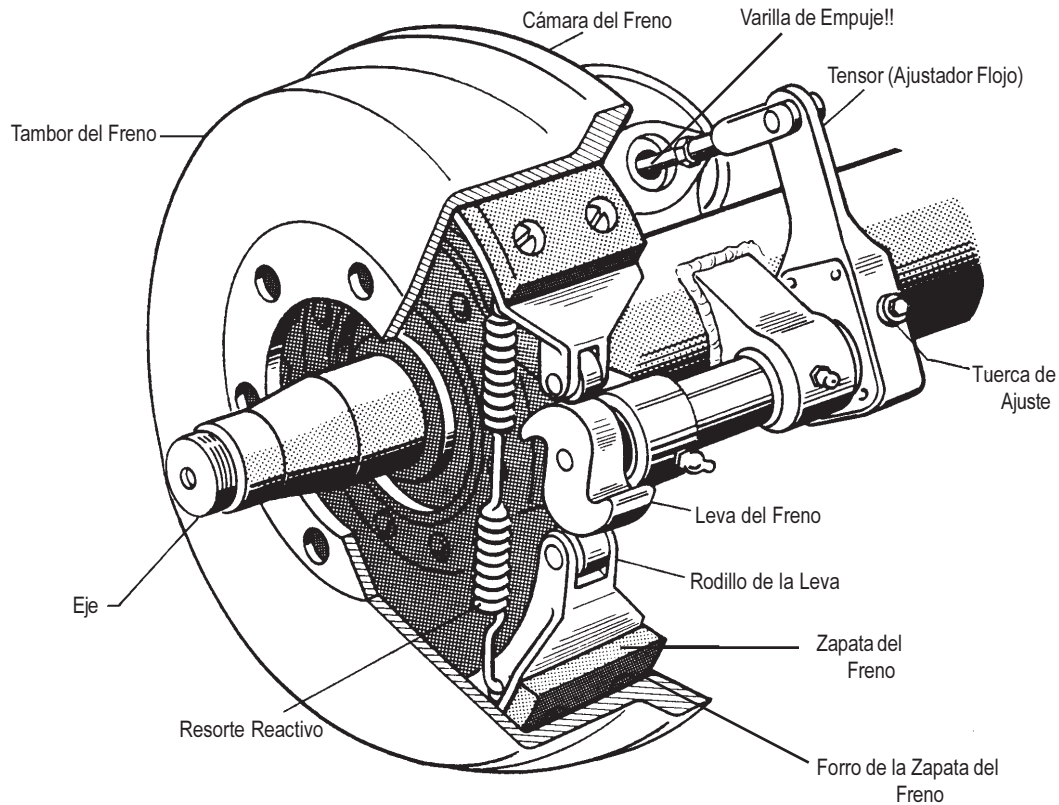

Figura 5-2 Leva en S del Freno de Aire
Los frenos de tambor (frenos de base) pueden ser usados en cada rueda. El tipo más común de frenos de tambor es el de leva S [S-cam] (se llama así por su forma) que se muestra en la figura 5-2.
**Frenos de leva S (S-cam).** Cuando usted empuja el pedal del freno, entra aire en cada cámara de freno (Figura 5-2). La presión de aire empuja la varilla hacia afuera, moviendo el ajustador de la zapata (tensor), de este modo tuerce el árbol de leva del freno. Esto gira la leva S. La leva S obliga a que las zapatas de freno se separen una de otra, poniéndose en contacto con el interior del tambor de freno. Cuando usted suelta el pedal de freno, la leva S efectúa su carrera de retorno y un muelle (resorte) separa las zapatas del freno del tambor, dejando que las ruedas vuelvan a girar libremente.